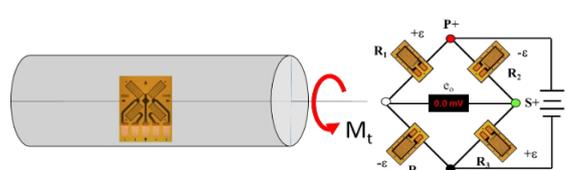

Figura 17.
- Altra soluzione è usare la rosetta a 4 griglie inclinate di  $45^\circ$ . Rosetta che rappresenta un ponte intero di Wheatstone (*figura 17*).